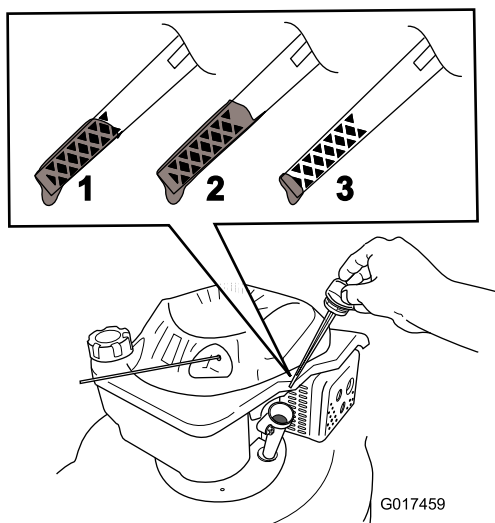

Figure 10
5. Pour déterminer le niveau d'huile correct indiqué par la jauge, voir (Figure 10).
**Remarque:** Versez de l'huile dans le carter moteur jusqu'à ce que la jauge indique le niveau correct, comme illustré à la Figure 10. Si vous remplissez excessivement le carter moteur, vidangez l'excédent d'huile comme expliqué à la section Vidange et remplacement de l'huile moteur.